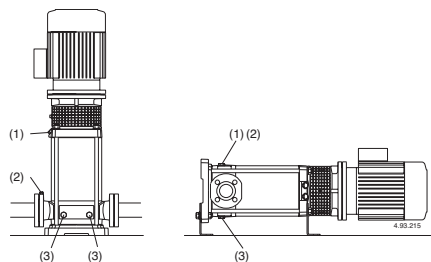

Fig. 4 (1) Fyllning samt luftskruv
För att förlänga livslängden skall pumpen som vid pumpning av förorenade vätskor köras med en ren vätska efteråt för att avlägsna partiklar eller, efter dränering genomförs rengöring genom att rent vatten (minst 40 liter) hälls in genom fyllnadspluggen (1) på trycksidan tills det kommer ut genom dräneringshålet (3) på sugsidan (**fig. 4**).
Före demontering skall alla ventiler stängas samt pumpen avtappas helt på vätska (fig. 4). Före demontering samt återmontering hänvisas till språngskissen på (avsnitt 14.) samt figurerna 5, 6. Demontering samt inspektion kan utföras utan att pumphuset (14.00) behöver demonteras från rörledningarna.